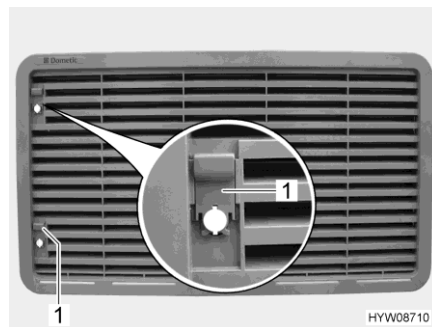

Bild 141 Kühlschrank-Lüftungsgitter
- Schieber (Bild 141,1) nach oben schieben.